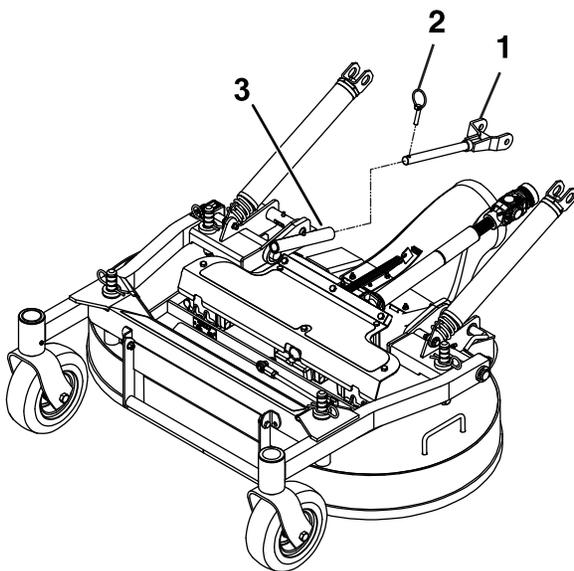

Figura 79
7. Rimuovete gli acciarini davanti ai bracci di spinta su ambo i lati della macchina (Figura 79).
7. Fissate i bracci di spinta con gli acciarini sul lato sinistro e destro della macchina (Figura 79).